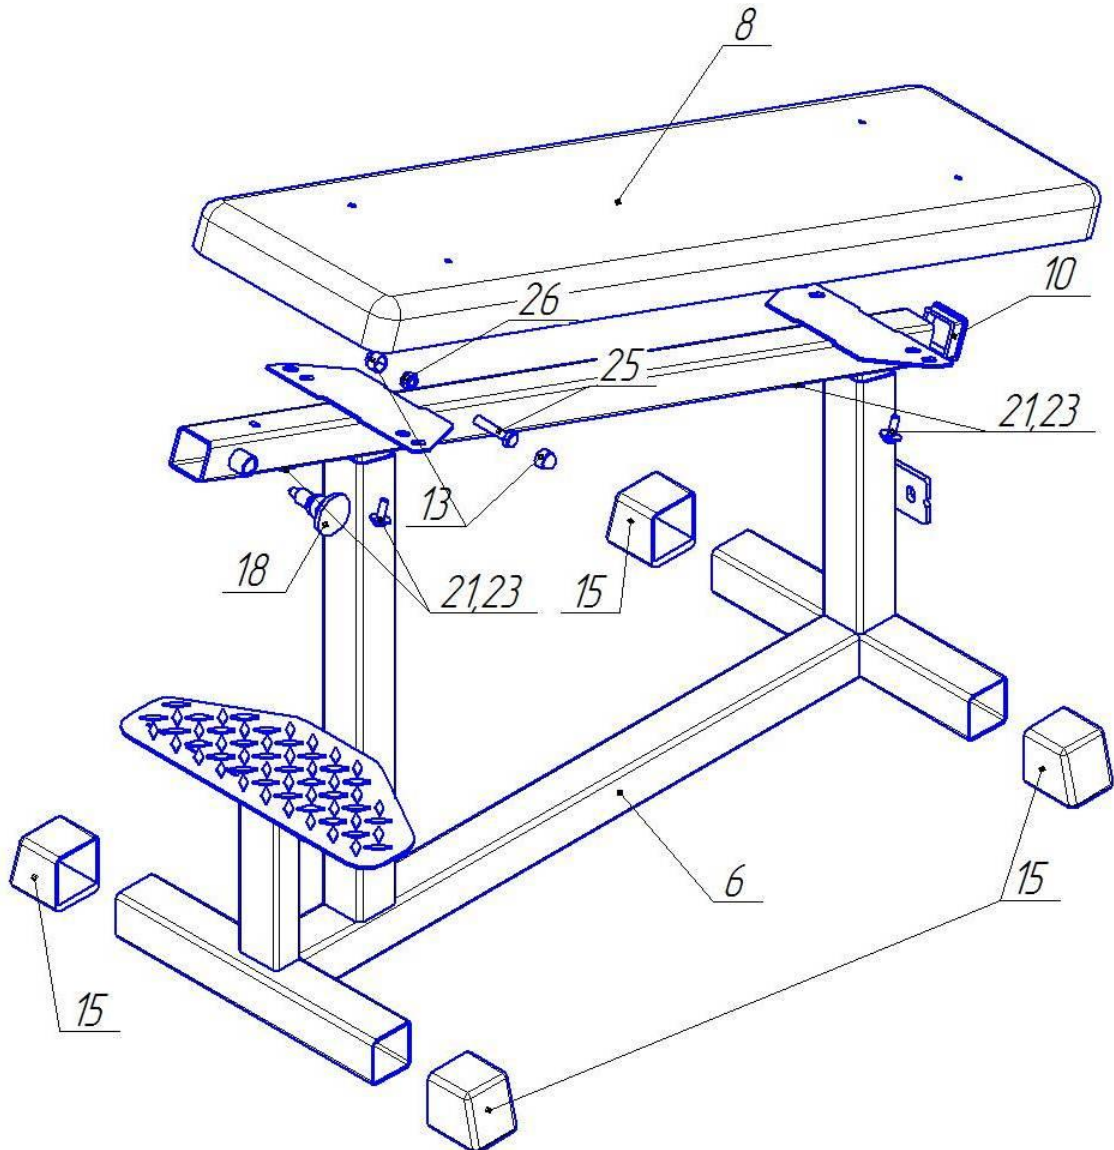

Рис. 5. Сборка стойки сиденья
- 5.2.2 Установить деталь поз.25 (Болт М10х60) (1шт) в отверстие на детали поз.6 (см. рис.5), зафиксировать его гайкой М10 (поз.26). Использовать инструмент А и Г.